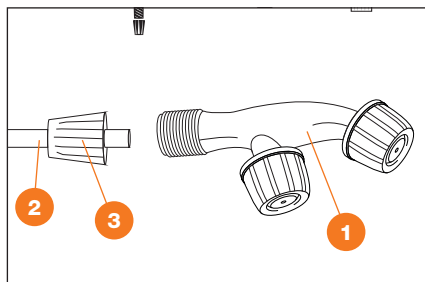

Рис. 5.1
3. Соедините насадку-форсунку 1 с телескопической штангой 2 с помощью контргайки 3 для модели **DSA 12Li** (Рис. 5.1).